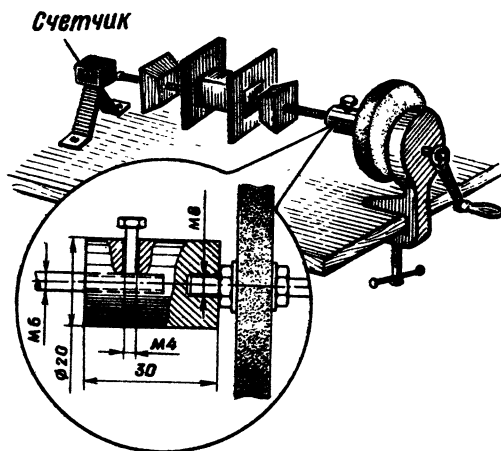

Рис. 129. Приспособление для намотки катушки на базе точильного станка
*Приспособление для намотки катушек на базе точильного станка* (рис. 129). Для намотки катушек проводом диаметром от 0,1 до 0,6 мм можно приспособить точильный станок, снабдив его специальной оправкой, навинчиваемой на валик точильного круга вместо крепежной гайки, как показано на рисунке.
Если намоточными работами приходится заниматься часто, то целесообразно изготовить универсальную оправку, состоящую из двух одинаковых частей в виде усеченных пирамидок (см. рис. 129).